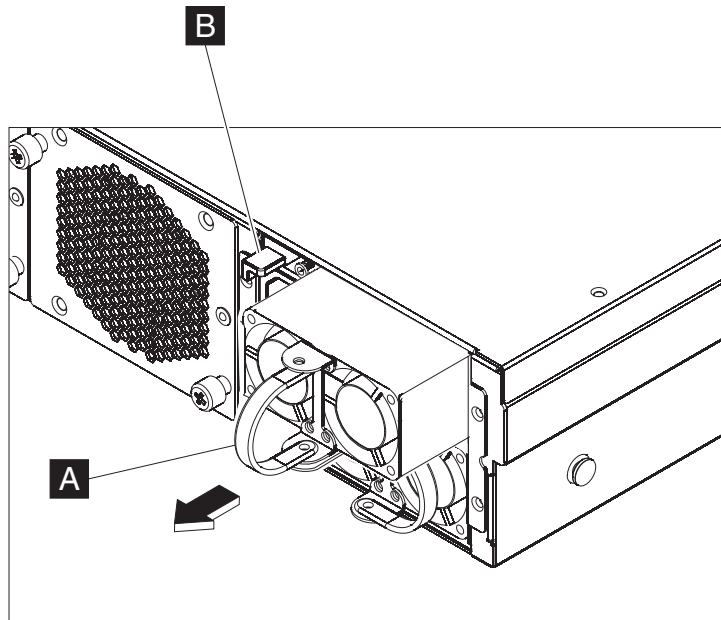

Abbildung 16. Herausnehmen eines Netzteilmoduls
- a. Halten Sie den Griff **A** des ausgefallenen Moduls fest, während Sie den orangefarbenen Entriegelungshebel **B** zum Griff hin drücken und in dieser Position gedrückt halten, wie in Abb. 16 auf Seite 50 dargestellt.